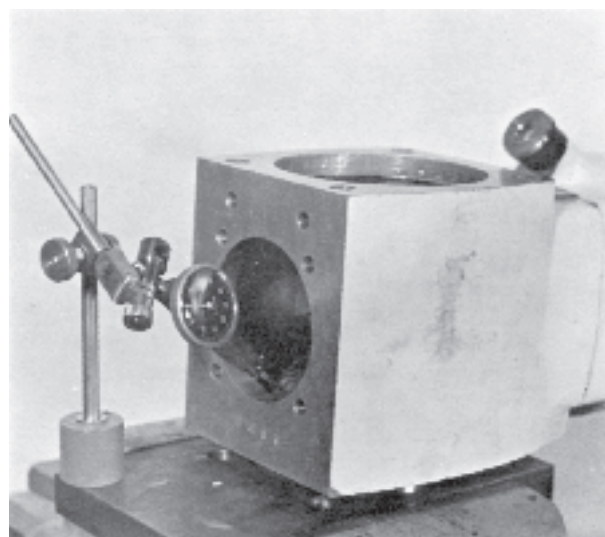

Fig. 7
16. Mät kuggflankspelet med en vipparmsindikator, se fig. 7. Kuggspelet skall vara 0,10–0,20 mm.